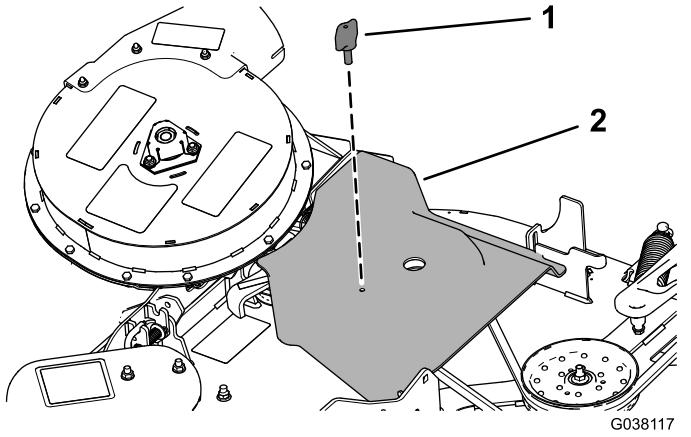

Figura 7
1. Retire el tornillo de mariposa que sujetá la cubierta de la correa (Figura 7).
2. Mueva la cubierta hacia fuera hasta que el borde de la cubierta se libere de los ganchos de las pestañas de la carcasa (Figura 7).